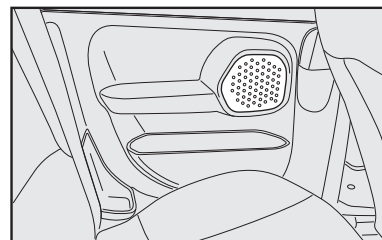

fig. 125
– sede para alto-falantes na lateral traseira da Strada Adventure Cabine Dupla **fig. 125**.